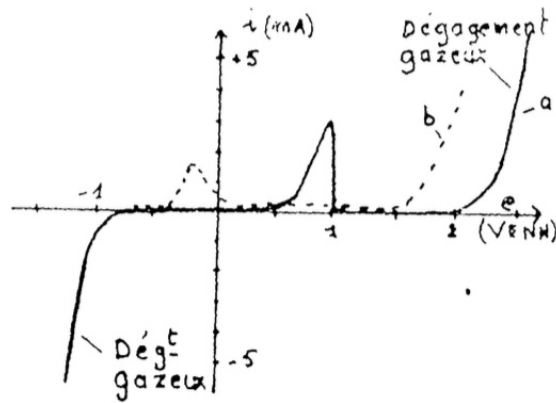

FIGURE 7: Courbes courant - potentiel
La figure 7 présente la courbe intensité - potentiel enregistrée avec une électrode de plomb comme électrode de travail, et comme électrolyte, une solution d'acide sulfurique demi-molaire (courbe (a)).
4. Commenter ces observations à l'aide des données thermodynamiques, de la courbe (b) et de la figure 7.